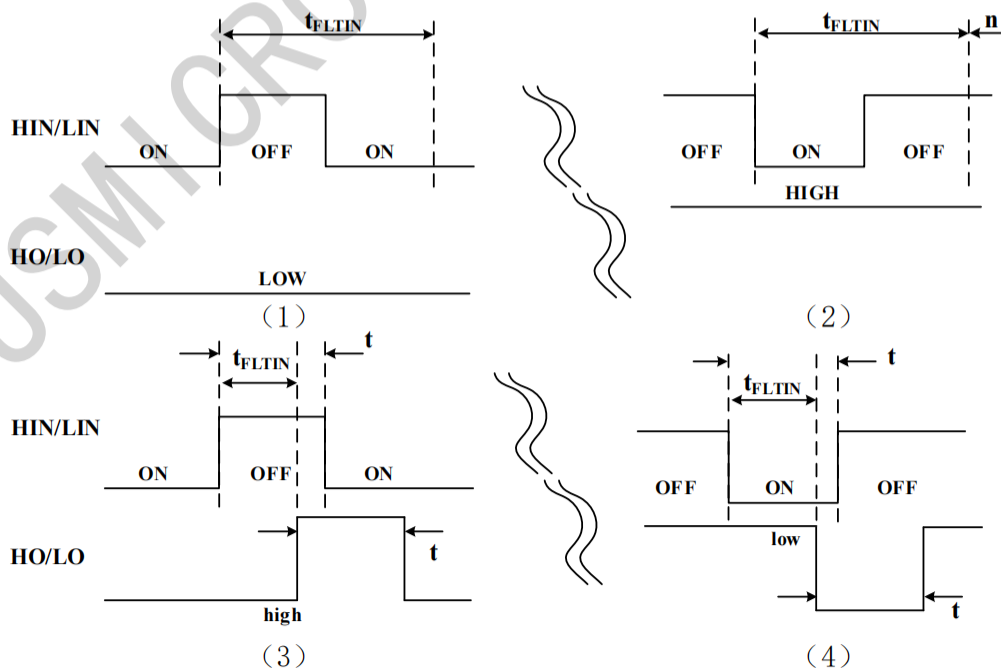

图 7-2 输入滤波波形定义
IR21364S包含有三路独立的半桥信号输入端口用于接收来自主控的控制信号，不互相干扰。每路半桥的高侧与低侧之间有互锁功能，保证同相位高侧与低侧的输出不会同时为高电平。且高侧与低侧信号之间存在内置的死区时间，有效避免了输出信号重叠导致的严重故障。信号输入端口采用边沿触发的方式，因此在触发保护后，需要给出下一个触发沿信号，输出才会产生变化。每个信号输入端口均通过一个 40KΩ 的电阻下拉至 VSS，浮空时将置为低电平输入。每个信号输入端口（包括 EN 使能端口）均包含有滤波功能，不会被低于滤波时间的脉冲触发，当包含滤波功能的端口输入信号发生变化时，其持续时间小于输入滤波时间，输出端口均不受到影响产生变化。当输入信号变化持续时间大于输入滤波时间，输出端口则随输入信号发生改变，并与其保持同等时间，如图 7-2 所示：
(1) 当输入正脉冲信号时，且该脉冲信号宽度小于滤波宽度 ( $t < t_{FLTIN}$ )，如图 7.2(1)所示。输出信号不发生变
(2) 当输入正脉冲信号时，且该脉冲信号宽度大于滤波宽度 ( $t > t_{FLTIN}$ )，如图 7.2(3)所示。输出信号发生变化，触发一个持续时间为  $t$  (同输入脉宽时间) 的低电平后恢复高电平；
(3) 当输入负脉冲信号时，且该脉冲信号宽度小于滤波宽度 ( $t < t_{FLTIN}$ )，如图 7.2(2)所示。输出信号不发生变化，持续为低电平；
(4) 当输入负脉冲信号时，且该脉冲信号宽度大于滤波宽度 ( $t > t_{FLTIN}$ )，如图 7.2(4)所示。输出信号发生变化，触发一个持续时间为  $t$  (同输入脉宽时间) 的高电平后恢复低电平。